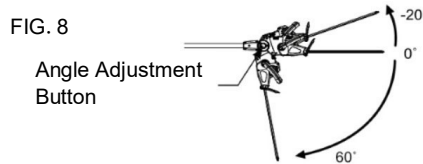

FIG. 8
**ADJUSTING THE ANGLE OF POLE HEDGE TRIMMER HEAD (Fig. 8)**